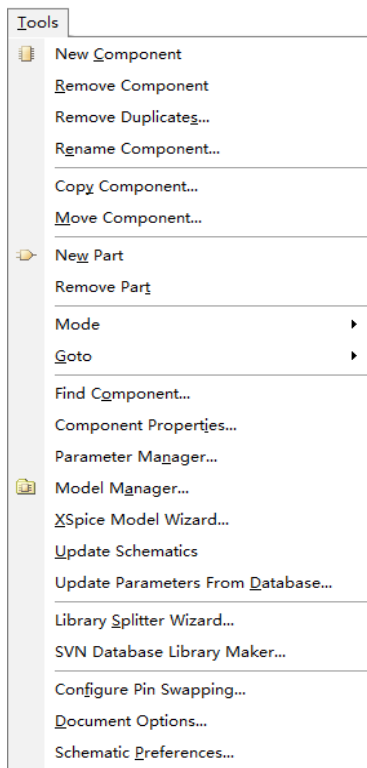

图 18-8 Tools 菜单
2) Tools 菜单: 如图 18-8 所示, 该主菜单包含一些用于元件编辑的命令, 可以通过这些命令执行创建新元件、删除元件、删除重复元件、重命名元件、复制元件、移动元件、创建新部件、删除新部件以及切换元件模式等操作。